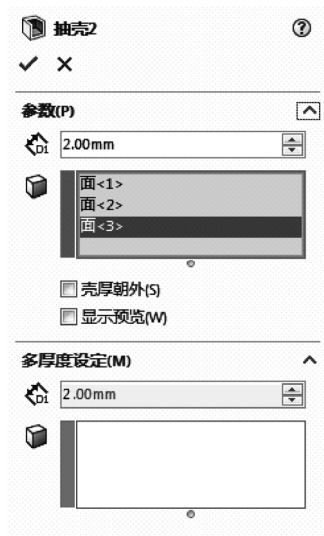

图 6-134 “抽壳”属性管理器
9) 抽壳处理。单击“特征”控制面板中的“抽壳”按钮, 系统弹出“抽壳”属性管理器。输入厚度“2”, 在视图中选取图 6-134 所示的面为移除面, 然后单击属性管理器中的 (确定) 按钮, 结果如图 6-135 所示。